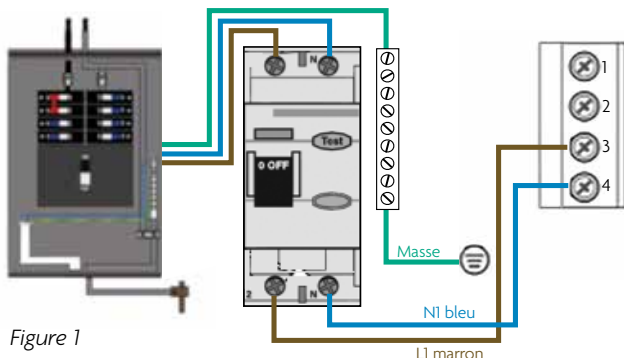

Figure 1
TELLE QUE FABRIQUÉE: CONNEXION SIMPLE (Figure 1)
1. Retirez tous les cavaliers comme indiqué par les lignes pointillées sur la Figure 1 (page précédente).
TEL QUE FABRIQUÉ: CONNEXION SIMPLE (Figure 1) connexion simple, systèmes électriques TN et TT (1 x 16 A ou 1 x 32 A)* 3 fils (1 fil de phase + 1 fil neutre + 1 fil de terre de protection). Le fil de terre de protection (vert/jaune) doit être relié à la borne de terre du système comme indiqué. Tous les équipements (pompes, chauffage, etc.) fonctionnent sur la ligne d'alimentation L1. Les interrupteurs DIP de désactivation du chauffage doivent être évalués pour éviter que le courant admissible maximal du spa dépasse le courant admissible maximal de l'alimentation. Les réglages des interrupteurs DIP paramétrés par l'usine ne doivent pas être modifiés dans cette configuration.